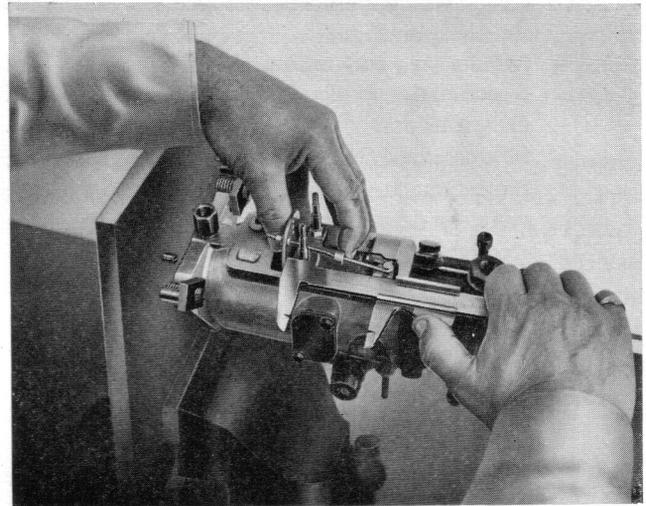

Fig. 40 Réglage de la tringlerie des régulateurs mécaniques
- 40. Régler la distance comprise entre l'un des goujons et l'axe du levier de la soupape de dosage à la dimension donnée sur la fiche d'essai (Fig. 40). Le réglage est effectué en vissant ou dévissant l'écrou monté en bout de la tringle à crochets. En cours de réglage, appliquer une légère pression sur le levier de commande du régulateur pour maintenir la soupape de dosage en position d'ouverture maximum et prendre soin de tenir le pied à coulisse parallèle à l'axe de la pompe.